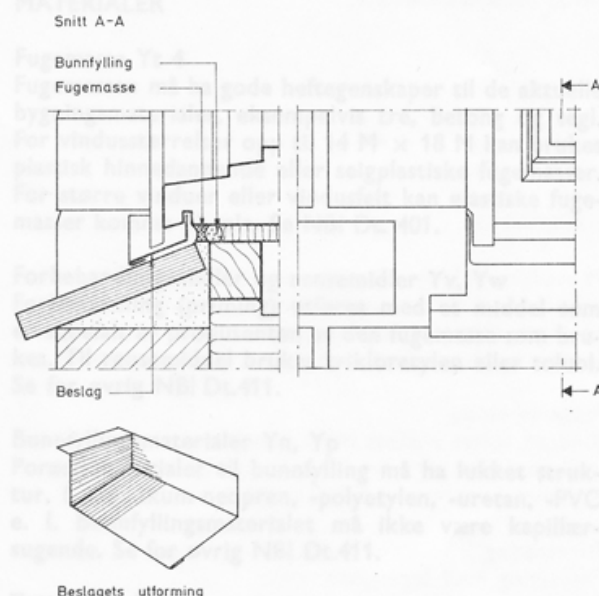

Fig. 33
- 33 Fig. 33 viser detaljer i forbindelse med sålbenk av stein.